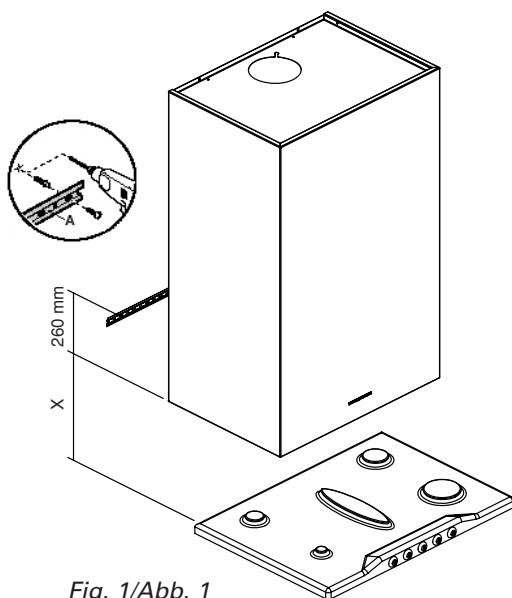
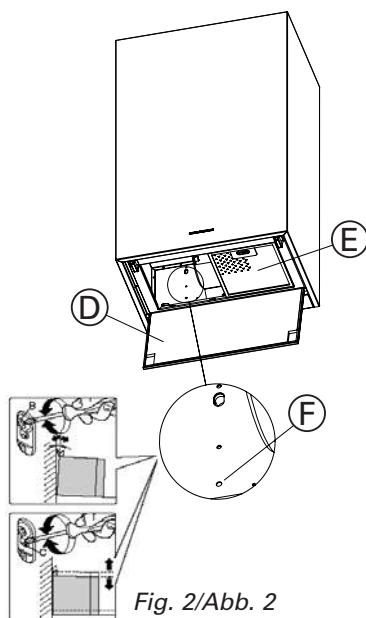
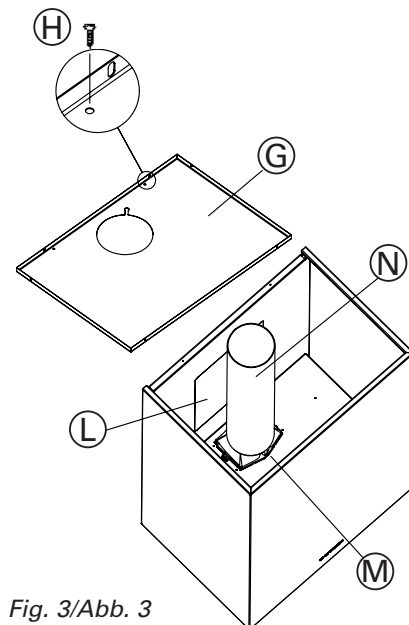

Fig. 1/Abb. 1
Fig. 2/Abb. 2
Fig. 3/Abb. 3
- Appoggiare alla parete la barra di sostegno (A) (Fig. 1), ad un'altezza dal piano cottura determinata dalla somma delle quote X+260 mm.
- Regolare l'allineamento della cappa tramite le viti delle attaccaglie (Fig. 2): queste sono raggiungibili aprendo il pannello (D) e togliendo i filtri metallici antigrasso (E).
- La vite superiore (B) regola la distanza dalla parete, quella inferiore (C) lo scorrimento verticale.
- Per evitare lo sganciamento della cappa dovuto ad una pressione sottostante, fissarla alla parete con due tasselli ad espansione e relativa vite attraverso gli appositi fori (F) all'interno della cappa.
- Per installare la cappa in versione aspirante collegarsi al tubo in PVC (N) che fuoriesce dall'apposita foratura sul coperchio (G) della cappa.
- Nel caso il foro di uscita a parete sia posizionato sul retro della cappa stessa togliere il tubo in PVC e il coperchio (Fig. 3) agendo sulle 6 viti autofilettanti (H) di fissaggio.
- Rimuovere il pezzo semitranciato (L) rompendo i punti di unione e inserire sul raccordo (M) un tubo flessibile; successivamente riposizionare il coperchio nella sua posizione originale.
- Rest the support bar (A) against the wall (Fig. 1) at a height from the cook top determined by the sum of the distance X+260 mm.
- Open the inferior panel (D) and remove the metal filters (E).
- Adjust the alignment of the range hood using the screws on the brackets (Fig. 2). The top screw (B) adjust the distance from the wall, the bottom screw (C) adjust the height.
- To prevent the range hood from detaching due to pressure from below, fasten it to the wall using a screw anchor and screw, through the corresponding hole (F) inside the hood.
- For suction version connect, with a suitable PVC pipe, the upper part of PVC pipe (N) mounted in the hood to the exhaust outlet.
- In case of exhaust outlet placed on the back of the hood: remove (Fig. 3) the cover (G) unscrewing the 6 screws (H) and the PVC pipe.
- Remove the back panel (L) breaking the joint points and connect the motor pipe fitting to the exhaust outlet using a suitable flexible duct.
- Die Stützstange (A) an der Wand positionieren (Abb. 1); hierfür einen Abstand von der Kochebene wählen, der sich aus der Summe der Maße X+260 mm ergibt.
- Die Ausrichtung der Dunstabzugshaube mit Hilfe der Befestigungsschrauben regeln (Abb. 2); man erreicht diese, indem man die Platte (D) öffnet und die Fettfilter aus Metall (E) entfernt. Mit der oberen Schraube (B) wird der Abstand von der Wand eingestellt, mit der unteren Schraube (C) die Höhe.
- Um zu vermeiden, dass sich die Dunstabzugshaube durch eine Druckausübung von unten löst, diese mit Hilfe der zwei Expansionsdübel und der entsprechenden Schraube durch die entsprechenden Öffnungen (F) im Haubeninneren an der Wand befestigen.
- Um eine Dunstabzugshaube mit Abluftbetrieb zu installieren, sich an das PVC- Rohr (N), das aus der Bohrung am Deckel (G) der Haube austritt, anschließen.
- Sollte die Wandausgangsbohrung an der Hauberrückseite positioniert sein, das PVC- Rohr und den Deckel entfernen (Abb. 3), indem man die 6 selbstschneidenden Befestigungsschrauben (H) betätigt.
- Die Rückwand (L) entfernen, wobei man die Verbindungspunkte bricht, und einen Schlauch in den Anschluss (M) einfügen: anschließend den Deckel wieder auf seiner ursprünglichen Stelle positionieren.
- Fijar la campana a la barra de sujeción, regular el alineamiento de la campana a través de los tornillos fijados (fig. 2); éstos son manipulables abriendo el panel (D) y sacando el filtro metálico (E). El tornillo superior (B) regula la distancia de la pared. Mientras que el inferior (C) el desplazamiento vertical.
- Para evitar el deslizamiento de la campana debido a una presión de la parte inferior, fijarla a la pared con 2 tacos de expansión y los tornillos respectivos en los agujeros localizados (F) dentro de la campana
- Para instalar la campana en versión aspirante conectar con el exterior el tubo en PVC (N) que sobresale del agujero sobre la tapa de la campana.
- En el caso de que el agujero de salida quede posicionado en la parte trasera de la campana sacar el tubo en PVC y la tapa (fig. 3) accionando sobre los 6 tornillos autoroscantes de fijación. Sacar la pieza semi-cortada (I) rompiendo los puntos de unión e introducir al racor (M) un tubo flexible, sucesivamente devolver la tapa a su posición original.
- Приложить к стене крепежную рейку (А - рис. 1) на высоте $X + 260$ мм от варочной панели.
- Отрегулировать строго горизонтальное положение вытяжки с помощью винтов на держателях (рис. 2). Для доступа к винтам необходимо открыть панель (D) и снять металлические антижировые фильтры (E). Верхний винт (B) регулирует расстояние от стены, а нижний (C) - вертикальное смещение.
- Для предотвращения отцепления вытяжки в результате давления снизу ее необходимо прикрепить к стене с помощью двух дюбелей и соответствующих винтов, продетых в специальные отверстия (F) внутри вытяжки.
- На патрубок (D) необходимо надевать гибкий шланг (E).
- Для установки воздухоотводной версии вытяжки присоединить трубу из ПВХ (N), которая должна проходить через соответствующее отверстие на крышке (G) вытяжки.
- В случае если выходное отверстие расположено на задней стенке самой вытяжки, снять трубу из ПВХ и крышку (рис. 3), открутив 6 крепежных шурупов (H). Снять заднюю панель (L), отломив ее в точках соединения, и вставить надеть на соединительный элемент (M) гибкий шланг, после чего установить крышку в первоначальное положение.